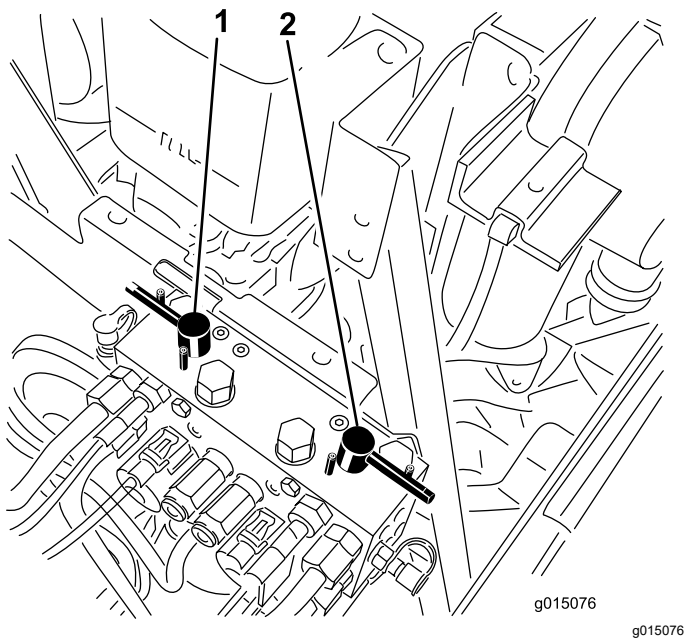

图 81
4. 选择前、后或同时两个倒磨控制杆确定哪个装置需要倒磨 (图 81)。